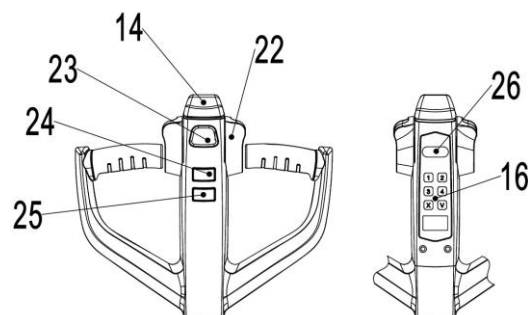
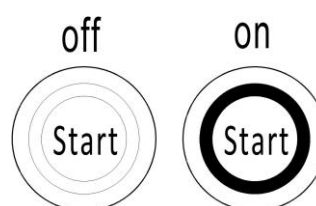
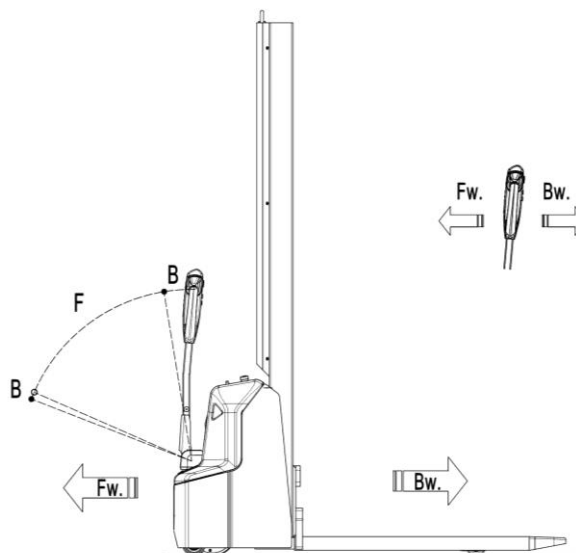

Рис.7: Рукоятка управления
Рис.8: Замковый выключатель
Рис. 11: Направления движения
на PSE12BM: необходимо проверить, что аварийная кнопка (рис.1, поз. 18) отжата, при необходимости аккуратно потяните ее вверх. Затем введите пароль на ПИН-панели и нажмите кнопку «√». Нажмите на кнопку звукового сигнала (рис. 7, поз. 23) для проверки работы предупреждающего сигнала.
на PSE12NM: необходимо проверить, что аварийная кнопка (рис.1, поз. 18) отжата, при необходимости аккуратно потяните ее вверх. Затем нажмите кнопку запуска (рис. 8), на ней загорится зеленый свет. Введите пароль на ПИН-панели и нажмите кнопку «√». Для активации также может быть использована карта доступа RFID. Нажмите на кнопку звукового сигнала (рис. 7, поз. 23) для проверки работы предупреждающего сигнала.
Подведите штабелер с опущенными вилами под поддон полностью. Нажмите и удерживайте кнопку подъема (Рис. 7, поз. 24) пока не достигните желаемой высоты подъема.
Если вилы штабелера находятся в стеллажном пространстве, необходимо осторожно отъехать от стеллажа с или без паллета. Во время движения необходимо удостовериться, что вилы не задевают стеллаж. Нажать и удерживать кнопку снижения (рис. 7, поз. 25). Опускать груз, пока вилы не освободятся от паллета, затем аккуратно отъехать от груза.
ручку управления в рабочее положение ('F', рис.11).
Отклоняйте маховики управления в нужном направлении «вперед» 'Fw' или «назад» 'Bw' (рис. 11).
Контролировать скорость передвижения можно с помощью маховиков (рис. 7, поз. 22) для достижения требуемой скорости.
На штабелере имеется кнопка замедленного ("черепашьего") хода для передвижения с пониженной скоростью. Нажмите кнопку замедленного хода (рис. 7, поз. 26) один раз, чтобы включить режим, поверните акселератор для движения на медленной скорости, и нажмите кнопку замедленного хода повторно, чтобы восстановить исходное состояние.
Нажмите кнопку замедленного хода (рис. 7, поз. 26) и удерживайте ее в течение 2 секунд, чтобы активировать функцию движения с ручкой управления, расположенной в вертикальном положении, при работе в ограниченном пространстве. Функция активна только при нажатой кнопке замедленного хода (для снижения скорости); отпускание кнопки замедленного хода приведет к немедленной остановке. Задействование маховиков управления в течение промежутка времени менее двух секунд
- Переключение маховиков управления (рис. 7, поз. 22) обратно в начальное положение или освобождение маховиков активирует систему торможения. Штабелер тормозит до полной остановки.
- При переключении маховиков управления (рис. 7, поз. 22) из положения «движение в одном направлении» в положение «движение в противоположном направлении», штабелер постепенно тормозит, пока не начнет движение в противоположном направлении.
- Штабелер тормозит, если ручку управления перевести в верхнее или нижнее положение к точкам торможения ('B', рис. 11). При отпуске рукоятки управления автоматически возвращается в верхнее положение к точке торможения ('B', рис. 11). Штабелер будет тормозить, пока не остановится.
- Кнопка противоотката (безопасности) (рис. 7, поз. 14) защищает оператора от получения повреждений и травм. Если эта кнопка включена, штабелер притормаживает и/или начинает движение в противоположном направлении ('Bw', рис. 11) на небольшое расстояние и останавливается. Необходимо помнить, что эта кнопка действует, даже если штабелер не едет, но ручка управления находится в рабочем положении.